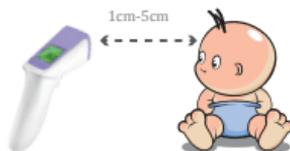

Figure 2: mesure de la position et de la distance
- Alignez le thermomètre sur le milieu du front pour mesurer la température corporelle (entre les sourcils ci-dessus) et garder la distance verticale, appuyez sur le bouton On/scan, et la température s'affiche immédiatement, voir figure 2.
|  | Mauvaise position de test incorrecte | Voir figure 2 Mesure de la position et de la distance. |